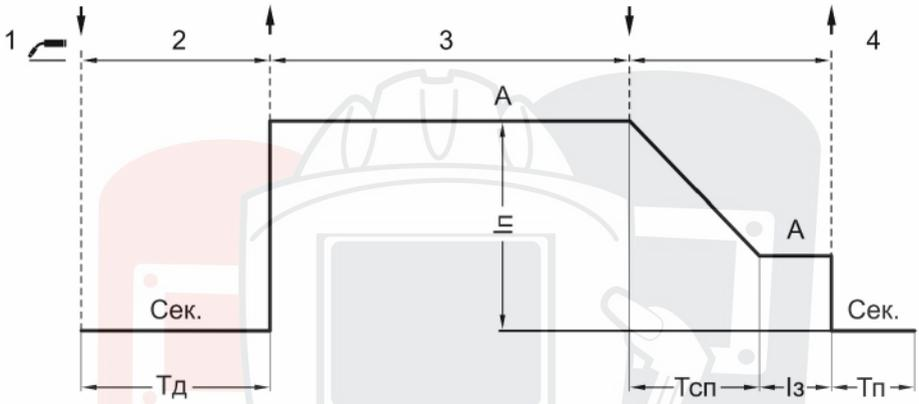

Рис. 7.3.2. Режим работы аппарата 4Т.
**Четырехтактный режим (4Т)** рекомендуется использовать при длине сварочных швов свыше 200 мм (см. рис. 7.3.2).